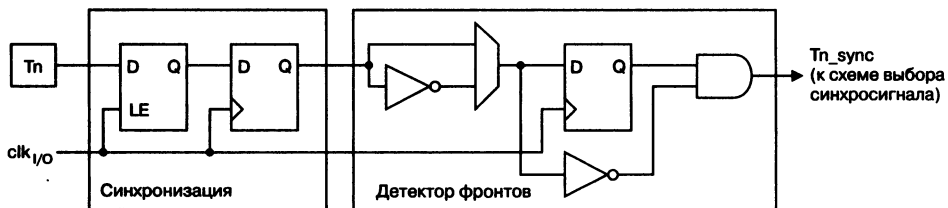

Рис. 6.27. Обработка сигнала на входе  $T1/T0$
Синхронизированный (отобранный) таким образом сигнал поступает на детектор фронтов. На рис. 6.27 показана эквивалентная функциональная блок-схема модуля синхронизации  $T1/T0$  и схема детектора фронтов. Все регистры синхронизируются по положительному фронту внутреннего тактового сигнала ( $clk_{IO}$ ). Триггер-защелка прозрачен при высоком уровне тактового сигнала.
*Логика работы схем синхронизаторов, включенных на входе внешних сигналов T1/T0, показана на рис. 6.27.*